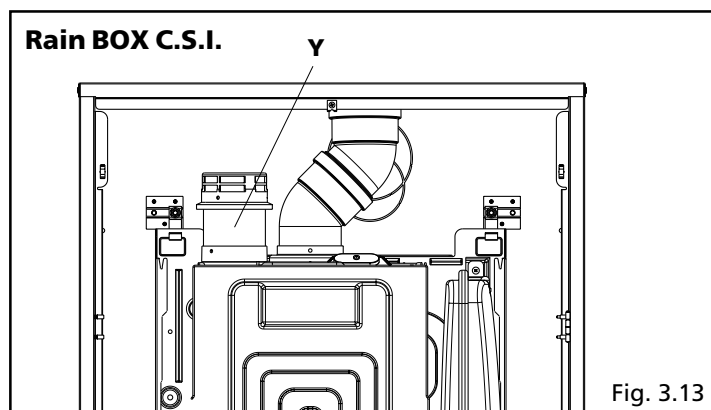

Fig. 3.13
Nella fig. 3.13 si riporta un esempio di installazione dell'unità da incasso (BOX) con aspirazione dell'aria utilizzando l'apposito kit (Y) e scarico dei prodotti della combustione verso l'alto.